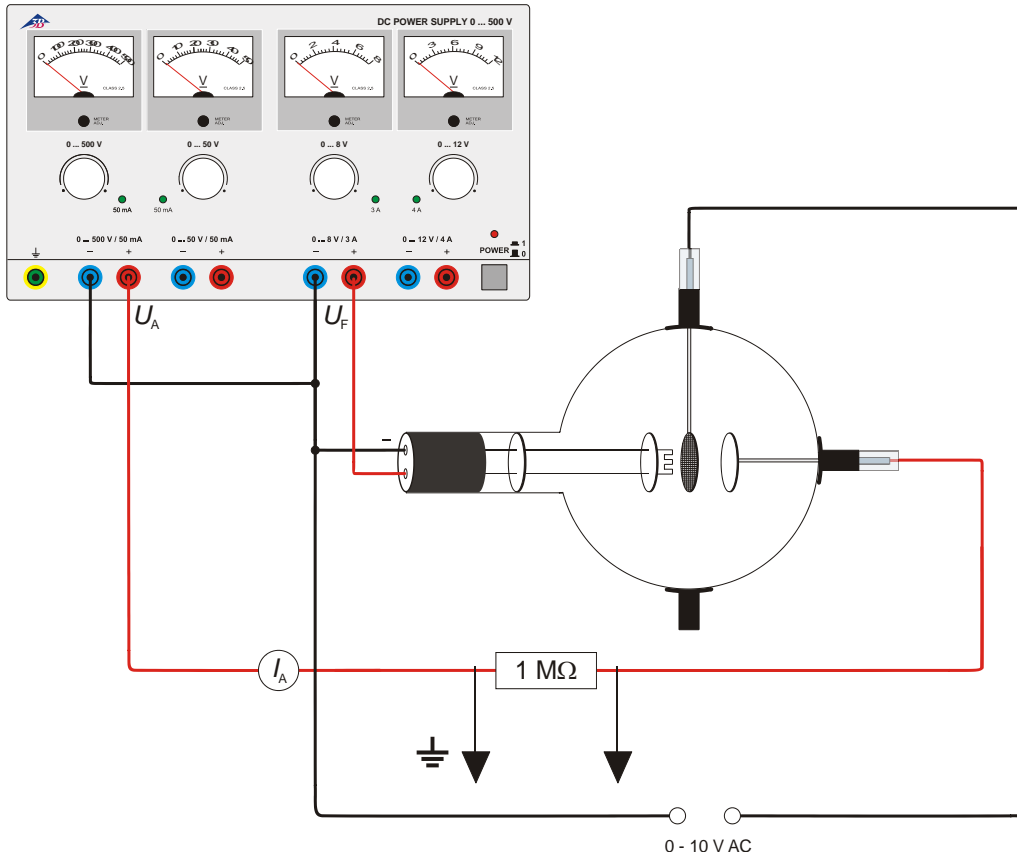

Fig. 4 El triodo como amplificador
- Realice el circuito de acuerdo con la Fig. 4. Al hacerlo conecte el polo negativo de la tensión del ánodo con el casquillo de 4-mm denominado (-) en el cuello del tubo.